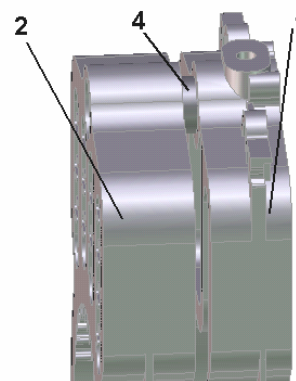

Рис. 6
6. Подведите промежуточный элемент к заднему элементу и вверните верхний двухконусный патрубок в промежуточный элемент (Рис.6).